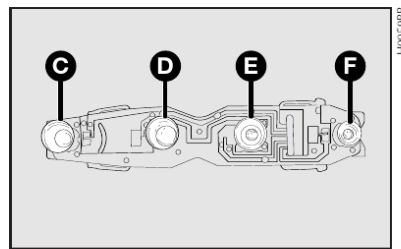

fig. 28
- 4) remover as lâmpadas empurrando-as levemente e girando-as no sentido horário **fig. 28**.
De 12V-21W para as luzes dos freios **C-fig. 28**.
De 12V-21W para os indicadores de direção **D-fig. 28**.
De 12V-21W para as luzes de marcha a ré **E-fig. 28**.
De 12V-R5W para as luzes de posição **F-fig. 28**.